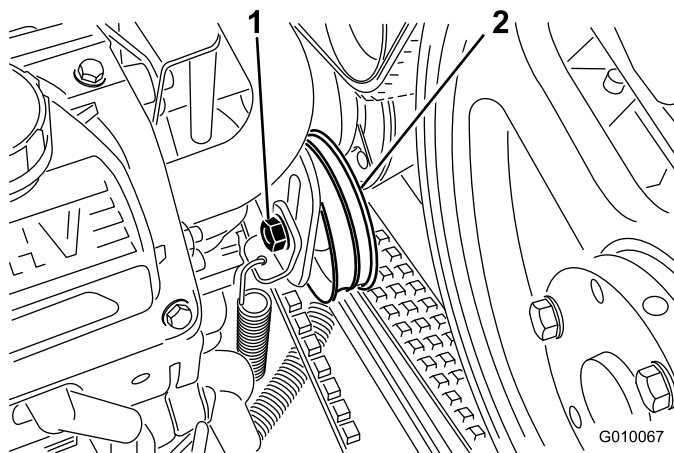

Figura 58
3. Allentate il bullone tendicinghia della pompa quanto basta per consentire lo spostamento della cinghia nella fessura di regolazione (Figura 58).